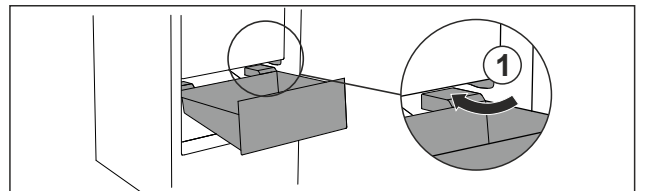

Fig. 44
- ▶ Lade schuin rond de stoppers Fig. 44 (1) leiden.